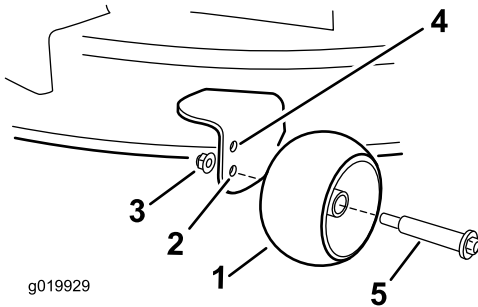

Bild 32
- Oberes Loch: Verwenden Sie diese Stellung mit dem Mähwerk in der Schnitthöheneinstellung 63 mm oder niedriger (Bild 32).
- Unteres Loch: Verwenden Sie diese Stellung mit dem Mähwerk in der Schnitthöheneinstellung 76 mm oder höher (Bild 32).